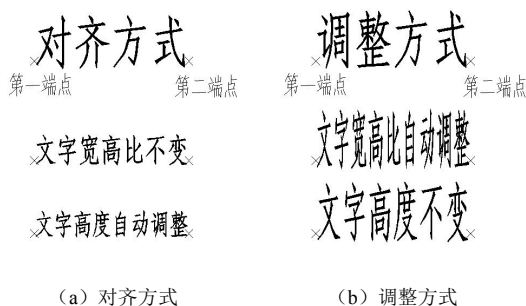

图 4-11 单行文字对齐方式（对齐、调整方式）
① 对齐 (A)：指定文本行基线的两个端点确定文字的高度和方向。系统自动调整字符高度使文字在两端点之间均匀分布，而字符的宽高比例不变，如图 4-11 (a) 所示。
② 调整 (F)：指定文本行基线的两个端点确定文字的方向。系统调整字符的宽高比例以使文字在两端点之间均匀分布，而文字高度不变，如图 4-11 (b) 所示。